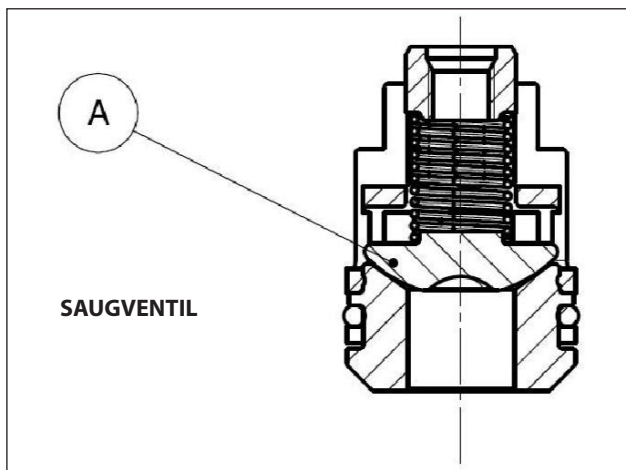
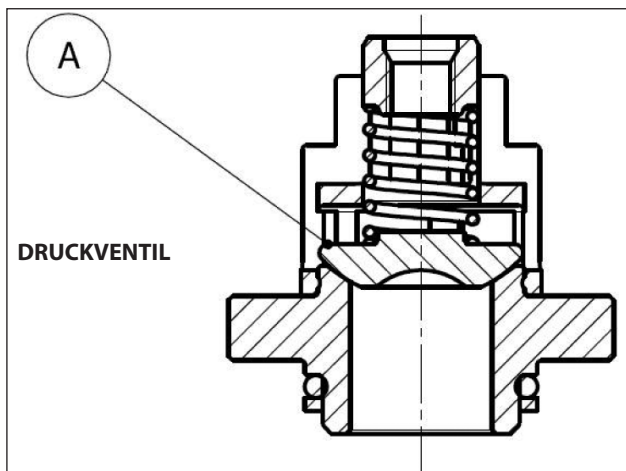

Abb. 26
Abb. 27
2. Achten Sie bei Version HF18 außerdem darauf, die Kugelventile auf Saugseite nicht mit denen auf Druckseite "A" (Abb. 26, Abb. 27), Pos. 46 Explosionszeichnung, zu verwechseln, siehe Kapitel 16 der *Betriebs- und Wartungsanleitung*.